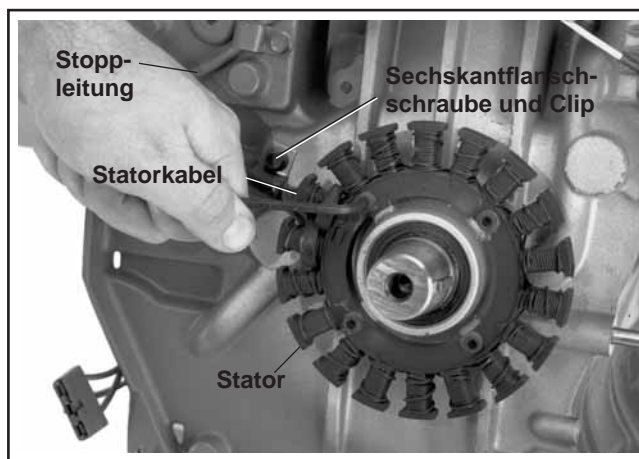

Abbildung 11-24. Stator installieren.
1. Positionieren Sie die Statorkabel in Richtung Öffnung im Kurbelgehäuse. Führen Sie die Statorkabel durch die Öffnung im Kurbelgehäuse nach außen. Siehe Abbildung 11-24.